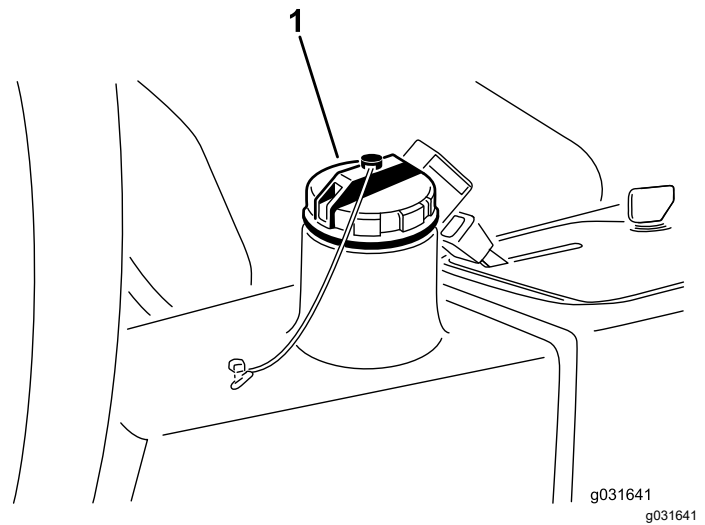

Figura 67
4. Riempite il serbatoio idraulico (Figura 67) con circa 13,2 litri di fluido idraulico; vedere Verifica dell'impianto idraulico \(pagina 61\).